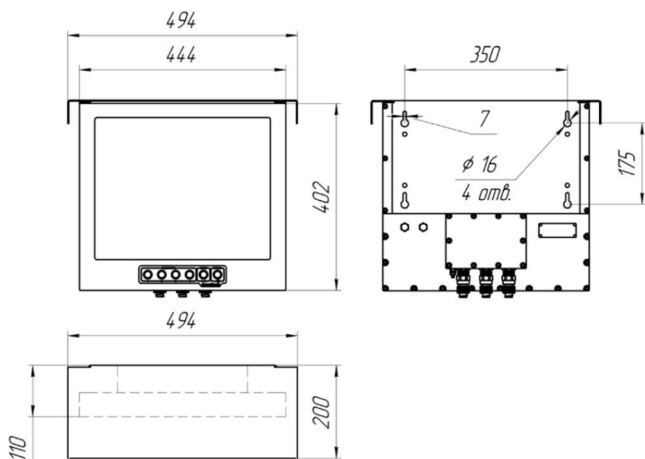

Рисунок 2. Габаритные и присоединительные размеры МВ-150
- убедиться, что габаритные и присоединительные размеры на технологическом объекте соответствуют размерам МВ-150 (см. рисунок 2);